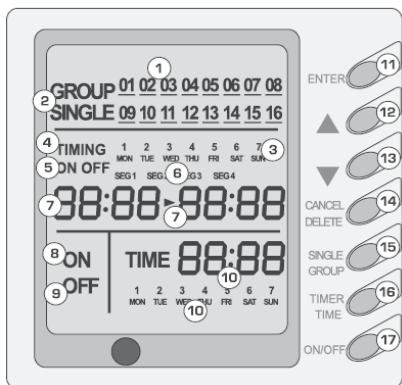

Рис. 6.1
6.1 В качестве опции может использоваться пульт централизованного управления со встроенным недельным таймером. (Рис. 6.1)
Комментарии к Рис. 6.1